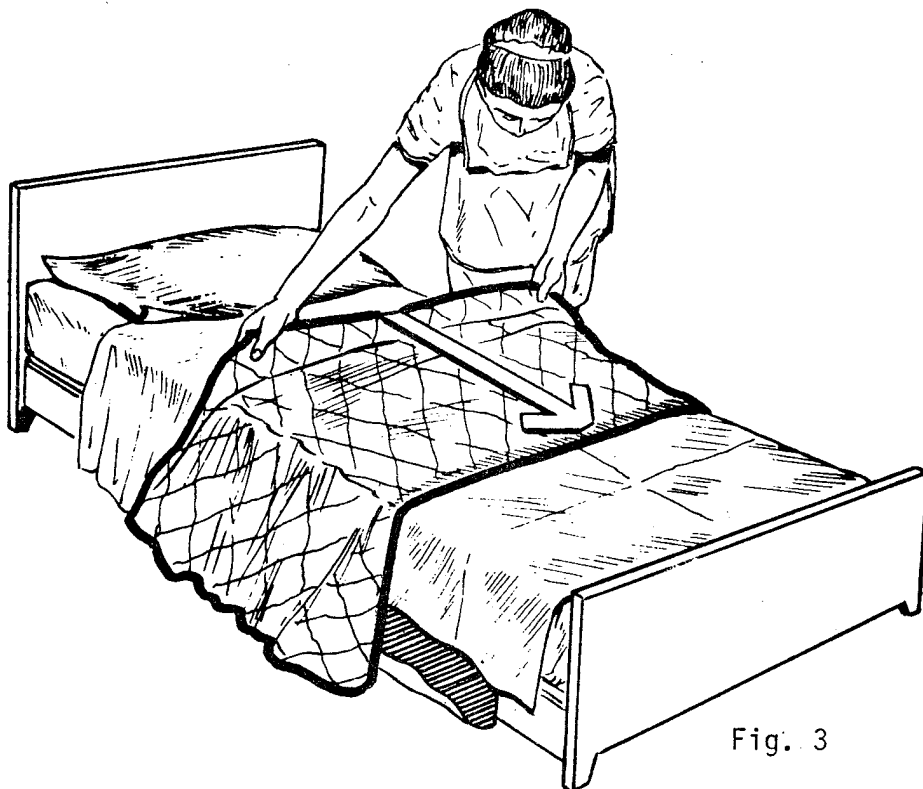

Fig. 3
d) Doble el cubrecama dos veces más en el mismo sentido (figs. 3 y 4).